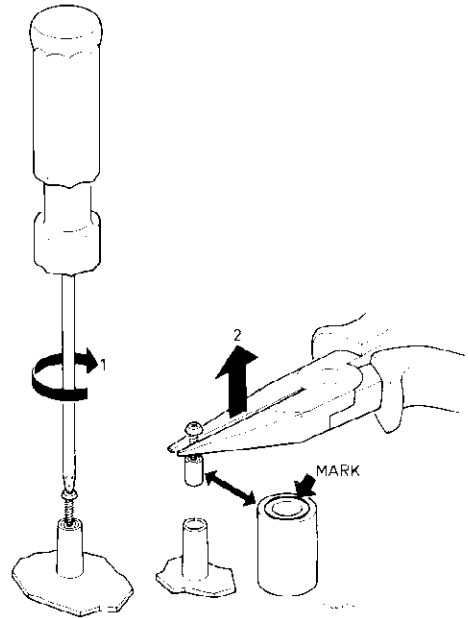

Fig. 6
- Les deux paliers 309 sont coincés dans le porte-palier 286. Ils peuvent aisément être extraits par une vis autotaraudeuse que l'on entoncera dans le palier même et en extrayant le tout avec une pince (fig. 6).
- Les paliers 312 sont coincés dans les coussinets. Ils s'enlèvent aisément en vissant une vis autotaraudeuse dans le palier même et en extrayant le tout à l'aide d'une pince (fig. 6).